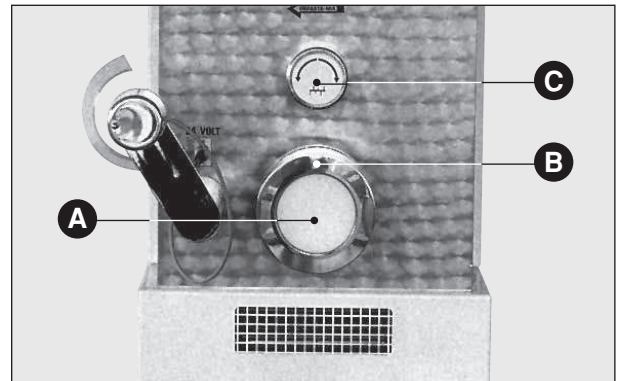

Fig. 3
- asegurarse también que el tapón de plástico (**Fig. 3 A**) sustitutivo de la hilera esté bien posicionado y la abrazadera (**Fig. 3 B**) bien cerrada;
- en fin bloquear firmemente el mezclador en su asiento mediante la manecilla de cabeza (**Fig. 3 C**).